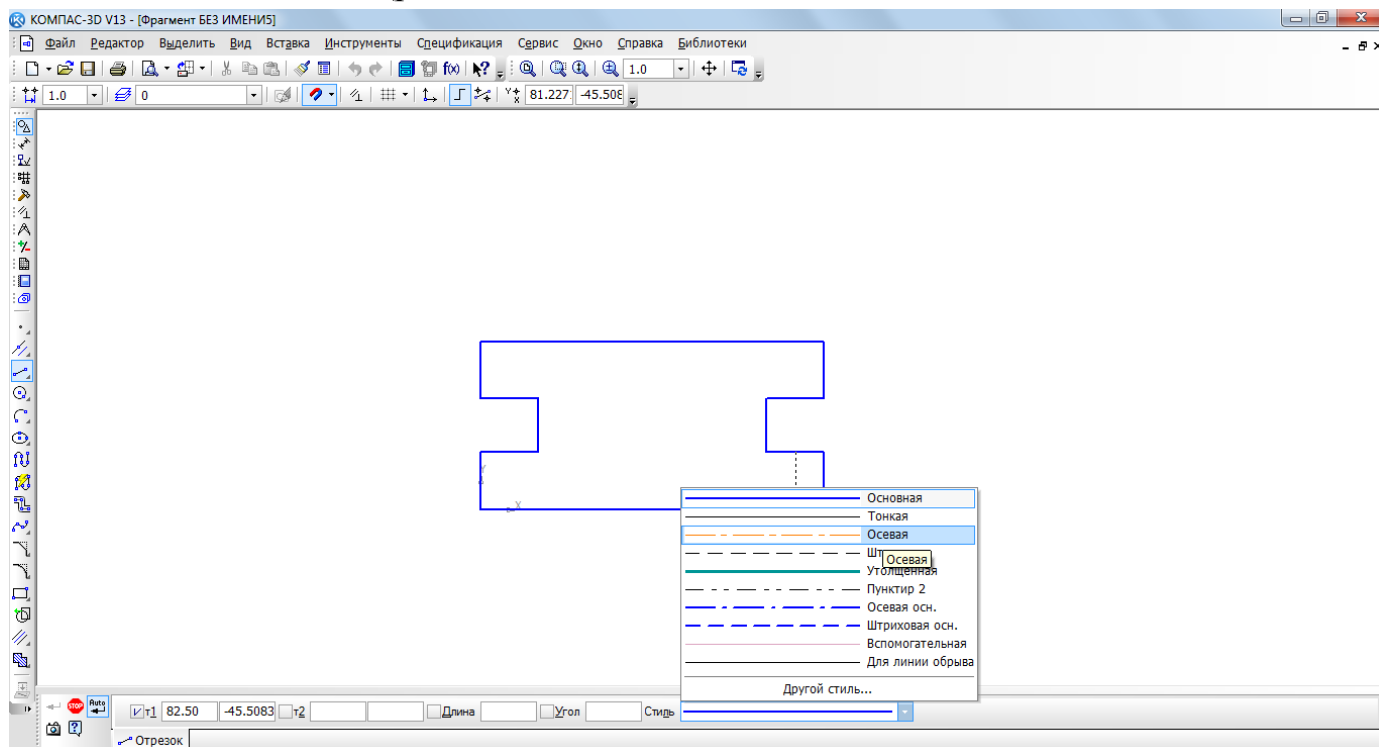

Рис. 12.
- на панели **Свойств** щелкните ЛКМ в поле **Стиль** и щелчком выберите тип линии **Осевая** (рис. 12);